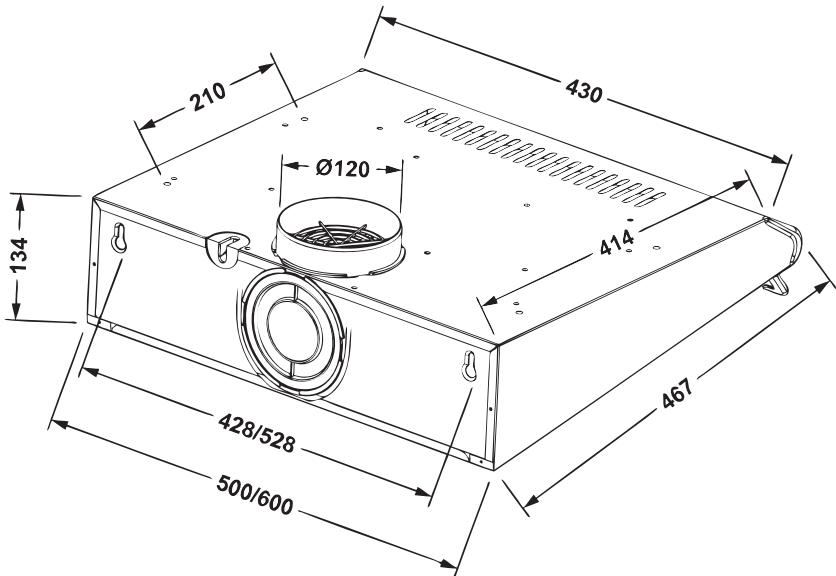

Рис. 3
«CITY» Ø 3мм. (рис.3).
- для вытяжки «CITY» - 2 или 4 шурупами ПКГ 4 x 12 с шайбами 4, которые вкручиваются изнутри вытяжки в отверстия, расположенные на верхней плоскости корпуса (**рис.3**).
В режиме рециркуляции (рис.3) вытяжка не подключается к вентиляционной шахте кухни и воздух проходит через установленные в вытяжке алюминиевые жировые фильтры и угольные запахоулавливающие фильтры (какие покупаются отдельно) и возвращается обратно в кухню через вентиляционные пазы **C**.